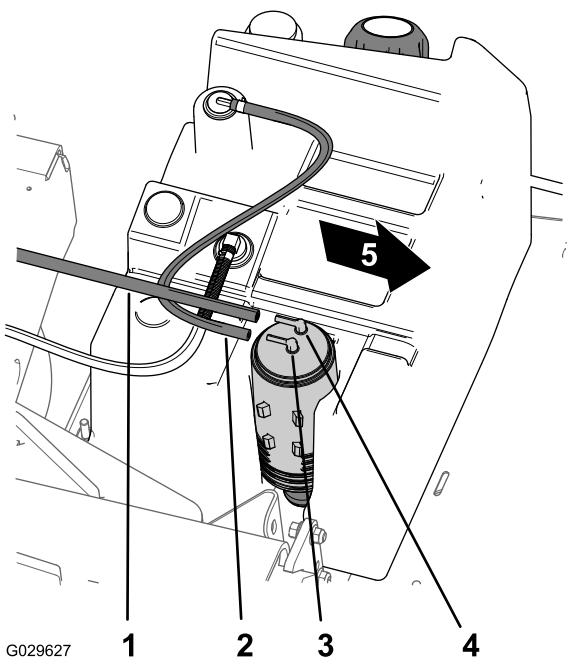

Figure 49
1. Débranchez le flexible de dépression du raccord marqué « Purge » sur la cartouche de charbon actif (Figure 49).
2. Débranchez le flexible du réservoir de carburant du raccord marqué « Fuel Tank » sur la cartouche de charbon actif (Figure 49).
8. Branchez le flexible de dépression au raccord marqué « Purge » de la cartouche de charbon et le flexible du réservoir de carburant au raccord marqué « Fuel Tank » (Figure 49).